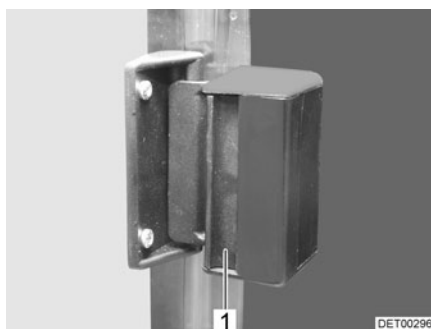

Fig. 45 Fenêtre coulissante
- Appuyer sur la poignée (Fig. 45,1) et la pousser ou tirer simultanément vers l'avant ou l'arrière.